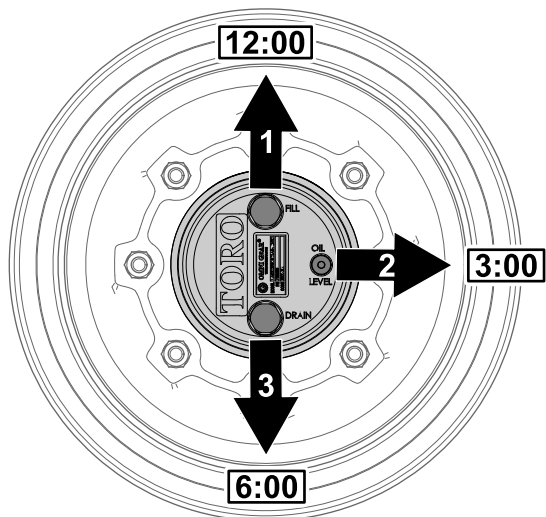

図 99
1. 水平な床面で、補給プラグが時計の 12 時の位置、点検プラグが 3 時、ドレンプラグが 6 時の位置を指すように駐車する 図 99。
2. 3 時の位置にある点検プラグを外す 図 99。
1. 水平な床面で、補給プラグが時計の 12 時の位置、点検プラグが 3 時、ドレンプラグが 6 時の位置を指すように駐車する 図 99 **プラネタリギアオイルの点検 (ページ 65)**を参照。